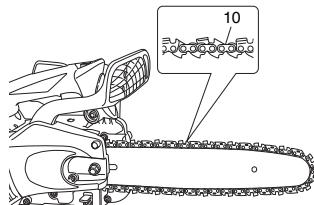

Fig. 5
- Vérifiez si la direction de la chaîne est correcte (10) comme indiqué sur la figure et alignez la chaîne sur le pignon. (**Fig. 5**)